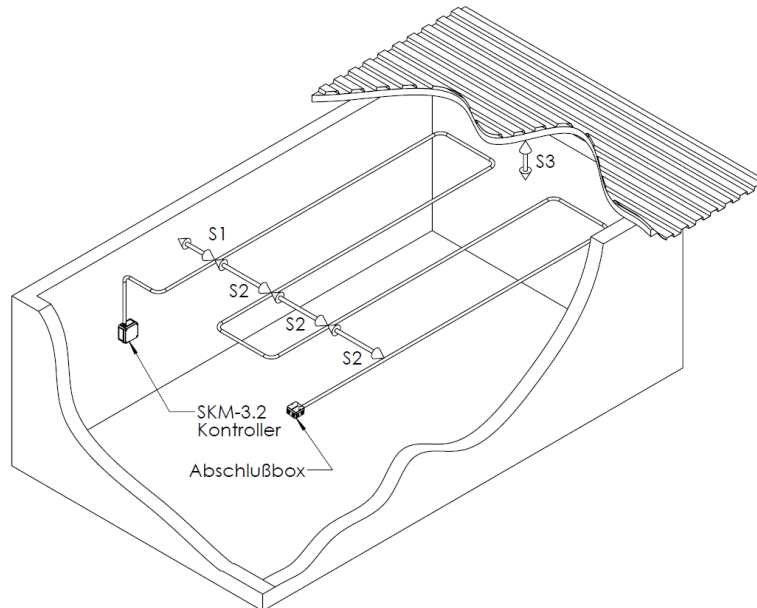

Abbildung 11 Installation Sensorkabel Flachdach
- Der Abstand S2 zwischen zwei parallel verlegten Sensorkabeln (wie Abbildung 11 und 12) darf nicht größer sein als der Wert „2 x D_H“ aus „Tabelle 6. DIN VDE 0833-2:2022-06“
- Das Sensorkabel muss immer mindestens 0,5 m entfernt von Wänden, Geräten, oder gelagerten Waren montiert werden. (in Abbildung 11 und 12 als „S1“ dargestellt).